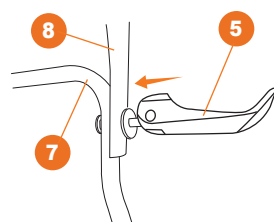

Рис. 5
- Присоедините верхнюю часть рукоятки **8** к средней **7**, таким образом, чтобы кнопка блокировки пусковой скобы находилась с правой стороны по ходу движения, закрепите быстросъемным рычагом **5** (Рис. 5).